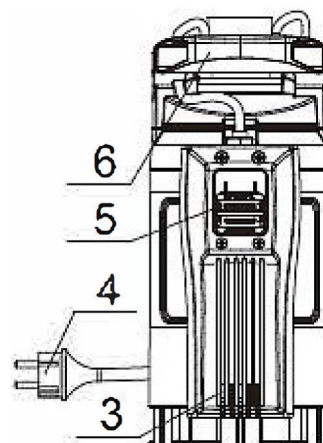

Abb. 11: Manueller Betrieb der Pumpe
Schritt 2: Schieben Sie den Schaltknopf 5 (Abb.11) auf Manuell.
Schritt 3: Stellen Sie die Pumpe auf eine feste Oberfläche oder verwenden Sie ein Seil, das durch das Bohrloch im Tragegriff 6 (Abb. 11) befestigt ist, um die Pumpe in einen Brunnen oder Schacht einzutauchen.
Schritt 4: Stecken Sie das Netzkabel 4 (Abb.11) in eine Netzsteckdose.